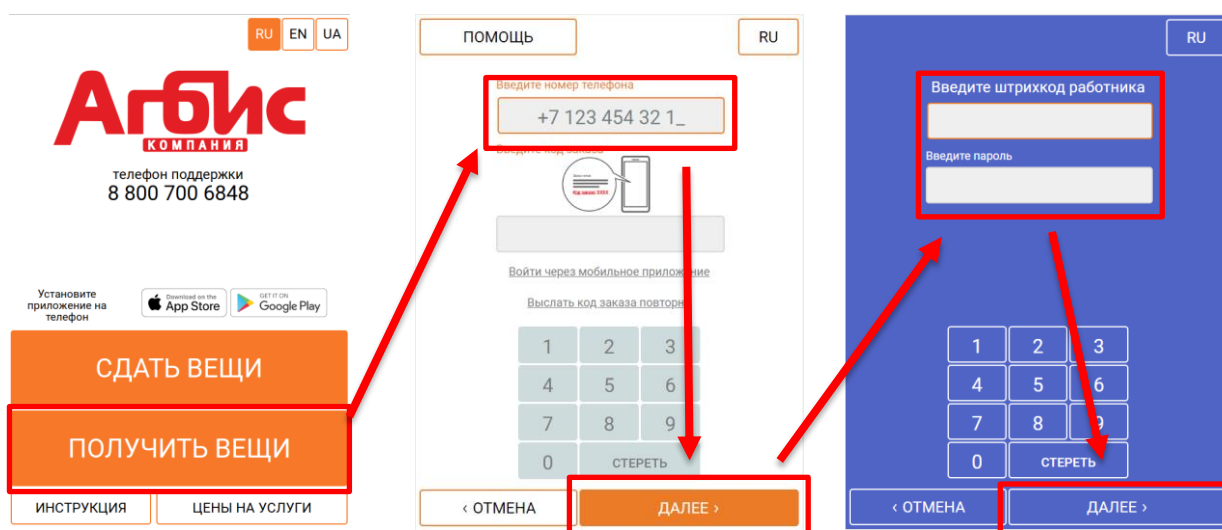

Рисунок 2 – Меню сервисного режима пользователя (а) и администратора (б) Чистомата
4. На экране отобразится меню сервисного режима (см. рис. 2).